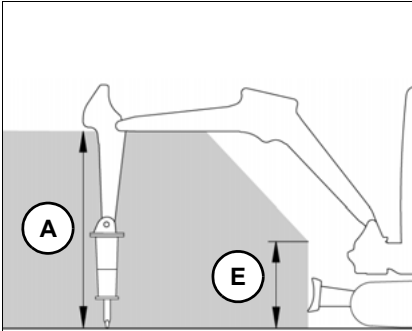

Fig. 143: Área de trabajo con protección contra astillas
- ☞ Observar el área de trabajo limitada (ver Fig. 143 y 144).